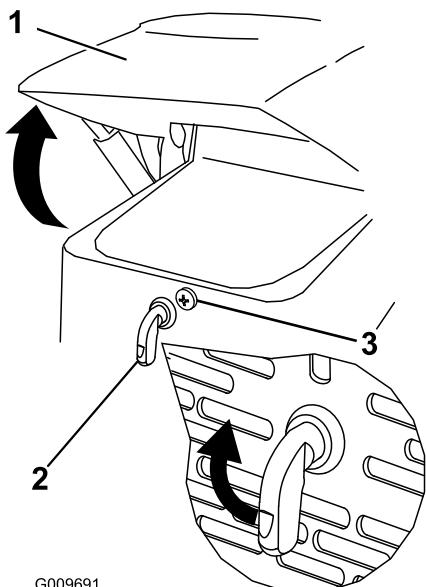

Figure 22
- Desserrez la vis de verrouillage du capot (Figure 22)
- Tournez le verrou du capot dans le sens horaire (Figure 22).
- Soulevez le capot (Figure 22).
- Serrez la vis de verrouillage du capot pour fixer le verrou (Figure 22).